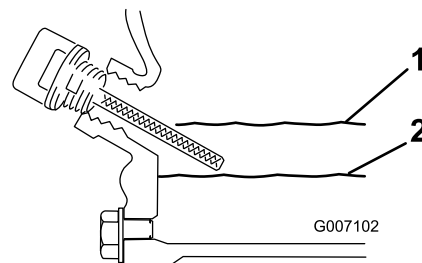

Figura 16
6. Retire la varilla y observe el extremo. Debe haber aceite en la varilla (Figura 16).